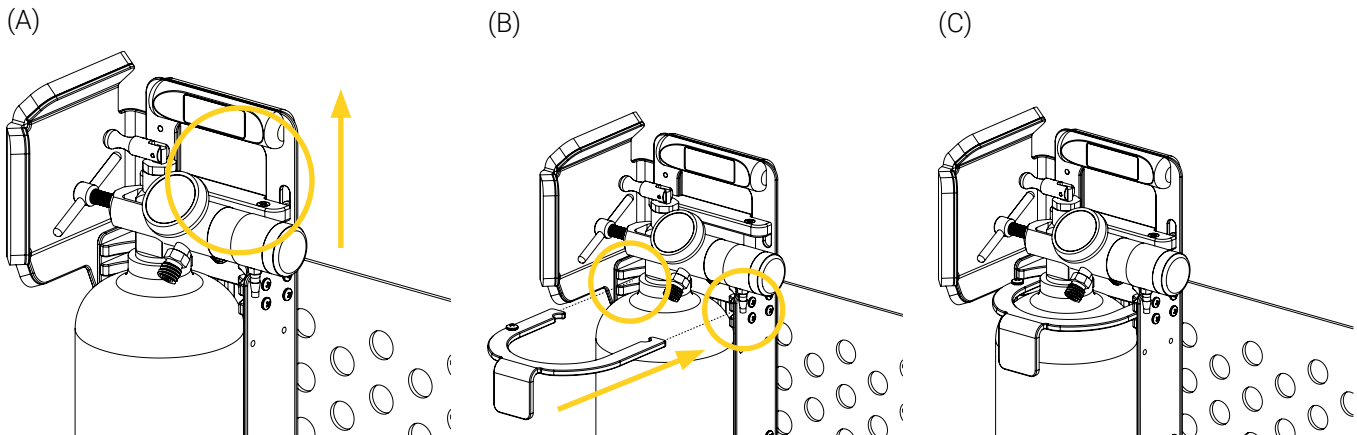

Figure 8: Fixation du cylindre à gaz dans le support pour cylindre à gaz
6. Tirer et maintenir la poignée de tirage à déclenchement rapide pour désactiver le mécanisme de verrouillage (Figure 8 A), et insérer l'attache en forme de U (Figure 8 B), puis relâcher la poignée de tirage à déclenchement rapide (Figure 8 C).